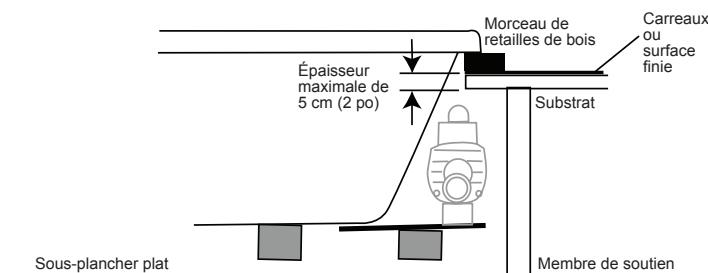

Figure 9 – installation par le dessus (vue latérale)
- 8** Installez l'unité en insérant l'extrémité du ventilateur en premier, en abaissant la baignoire dans l'ouverture, comme dans l'illustration (figure 9).